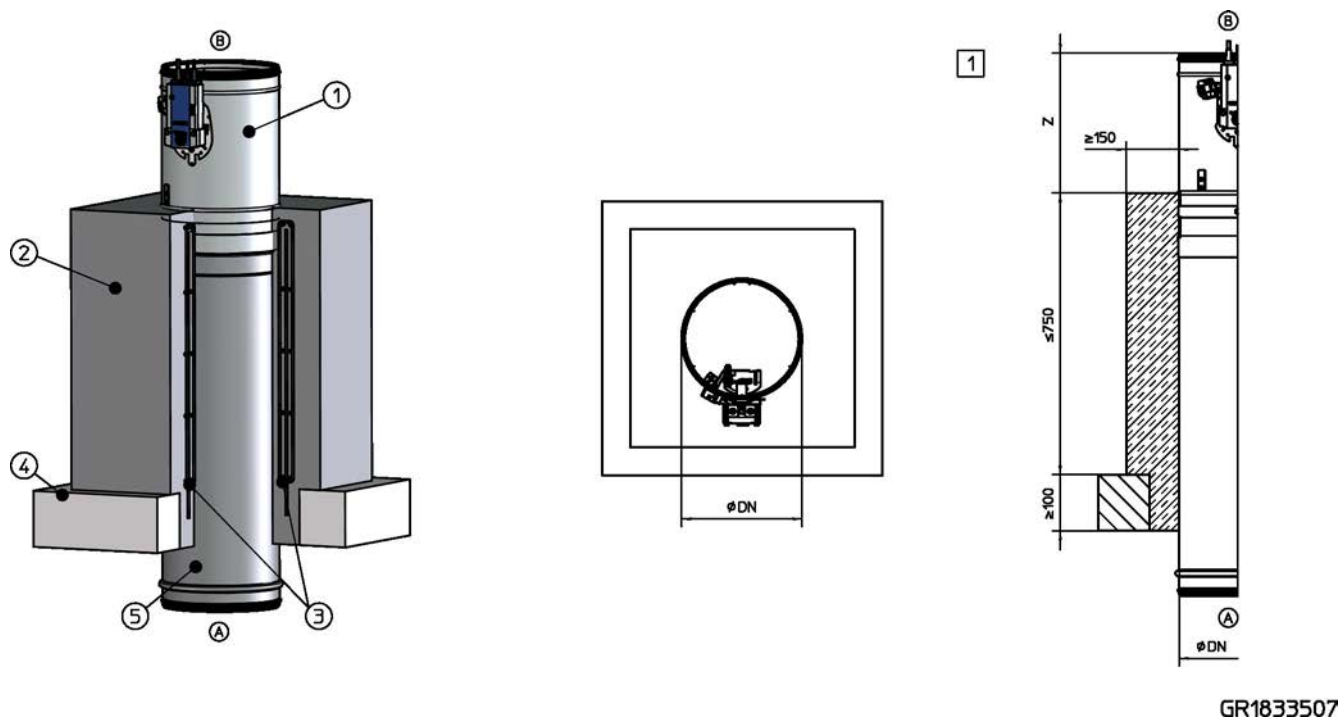
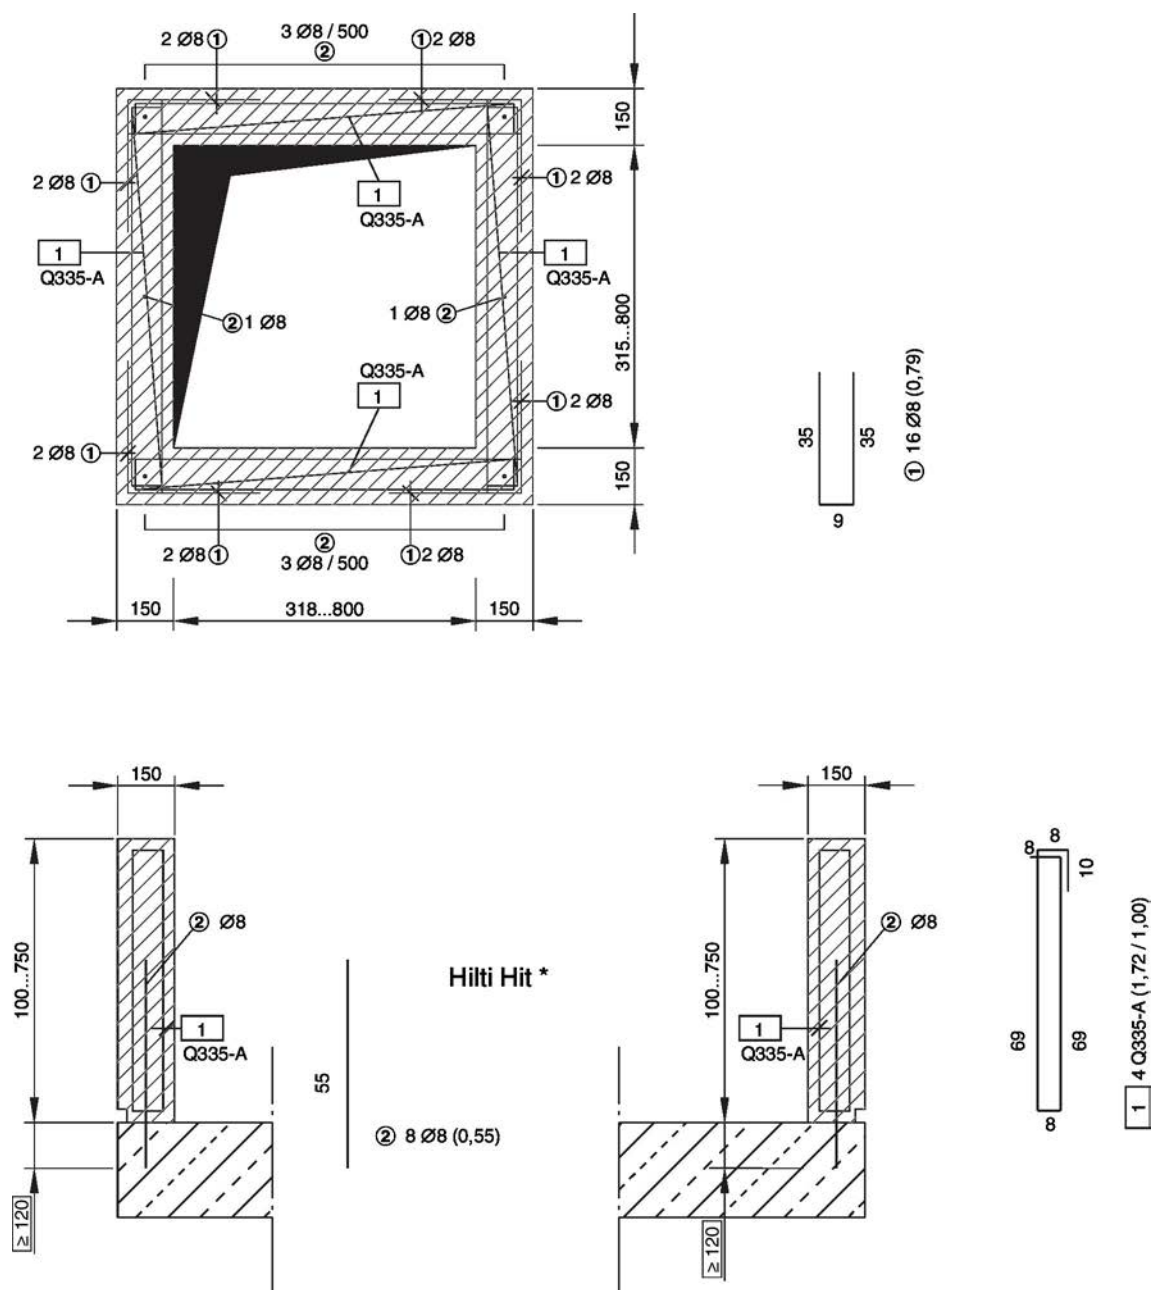

Fig. 19: Installation à base de mortier avec une base en ciment dans un plafond plein, jusqu'à EI 120 S
Fig. 20: Base en béton armé pour les hauteurs de 100 à 750 mm
| 3 | Base en béton conforme au plan de renforcement, voir Voir la Fig. 20 | A | Côté installation  |
2. ▶ Créer une base en ciment; pour l'armer (ou similaire, par ex. treillis acier), voir Voir la Fig. 20. Lors de cette étape, un écart [z] doit être respecté, voir Voir la Fig. 19.